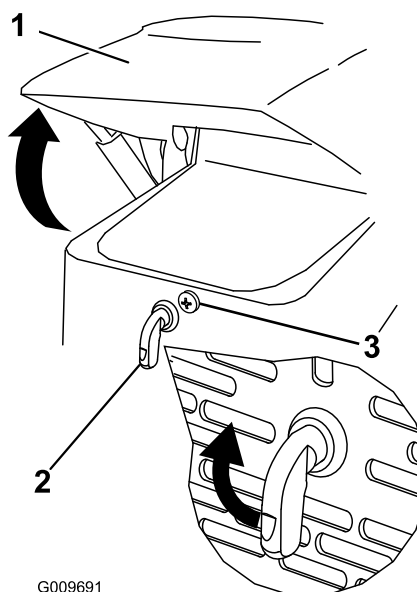

Figure 24
1. Desserrez la vis de verrouillage du capot (Figure 24).
2. Tournez le verrou du capot dans le sens horaire (Figure 24).
3. Soulevez le capot (Figure 24).
3. Serrez la vis de verrouillage du capot pour fixer le verrou (Figure 24).